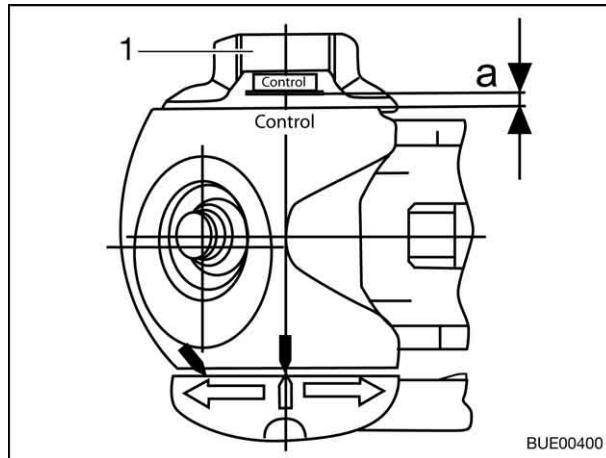

Fig. 100 Controllo usura
- Girare completamente la manovella (Fig. 100,1) finché non si sente la limitazione delle coppia grattare in modo percepibile. Direzione di rotazione: in senso orario.
- Distanza $a > 0$ (Fig. 100):